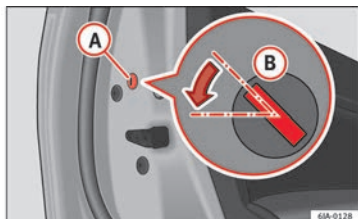

Fig. 4 Porte arrière : verrouillage d'urgence.
- Retirez le cache **A** » fig. 4.